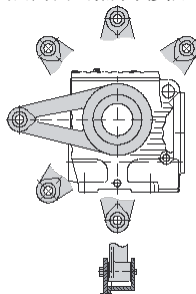

图 19
4.5.3 MTNAT 系列圆柱蜗杆齿轮箱、NMRV 蜗轮齿轮箱防转臂安装如图 19 所示。